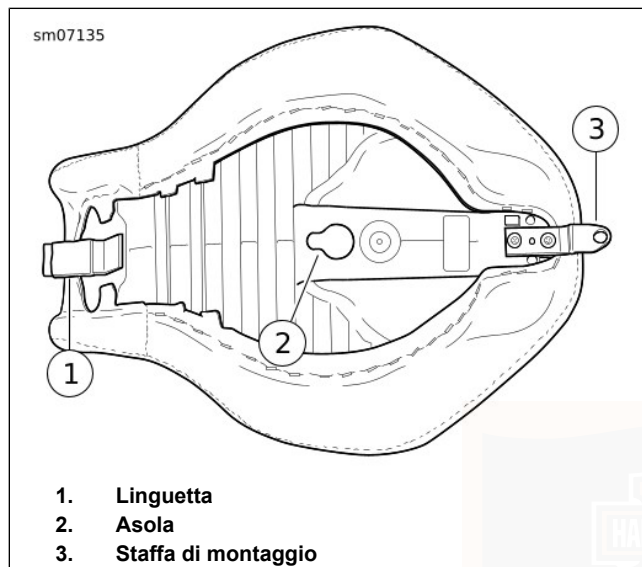
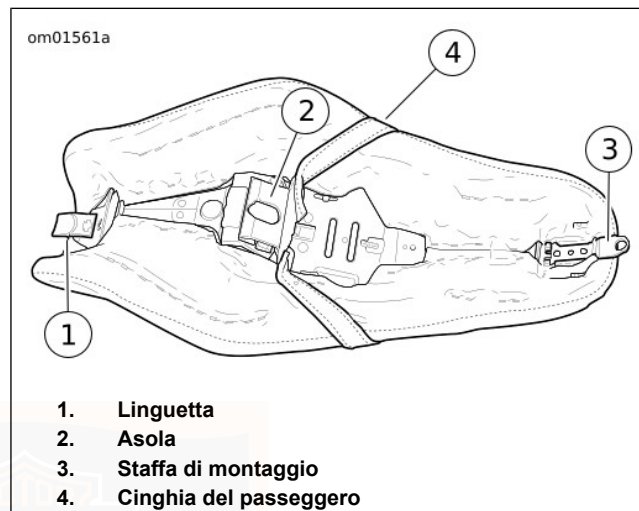

Figura 73. Sella: Sella monoposto
Figura 74. Sella: Sella biposto
4. Vedere Figura 73 o Figura 74. Far scorrere la sella all'indietro per staccare la linguetta (1) dalla staffa posteriore del serbatoio del combustibile.
5. Verificare che la linguetta e la staffa di montaggio (3) siano saldamente fissate alla base della sella.